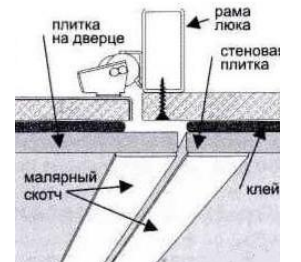

Рис.7
7. Герметизация шва по периметру дверцы (рис.7)